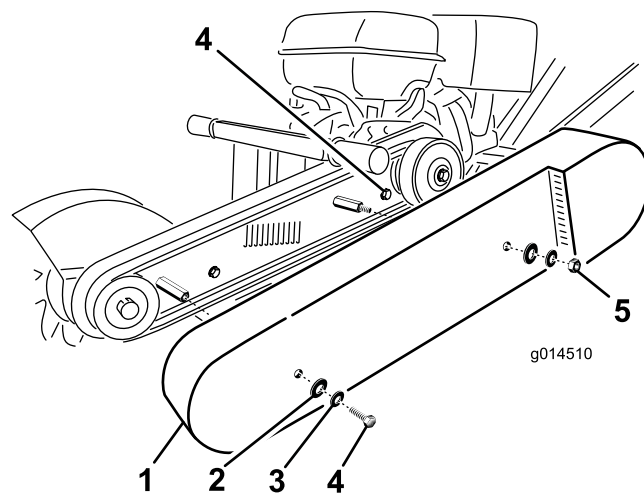

Figure 19
2. Retirez les vis de fixation du couvercle de la courroie (Figure 19).